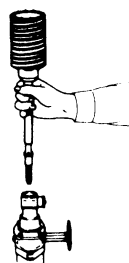
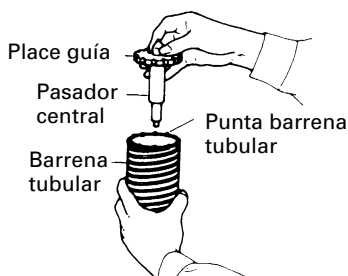

Fig. 11
Fig. 12
- (2) Montar la espiga de la barrena tubular en el martillo giratorio. (Fig. 11)
- (3) Insertar el pasador central en la placa guía hasta que se pare.
- (4) Unir la placa guía con la barrena tubular y girar la placa guía hacia la izquierda o hacia la derecha de forma que no se caiga a pesar de estar indicando hacia abajo. (Fig. 12)